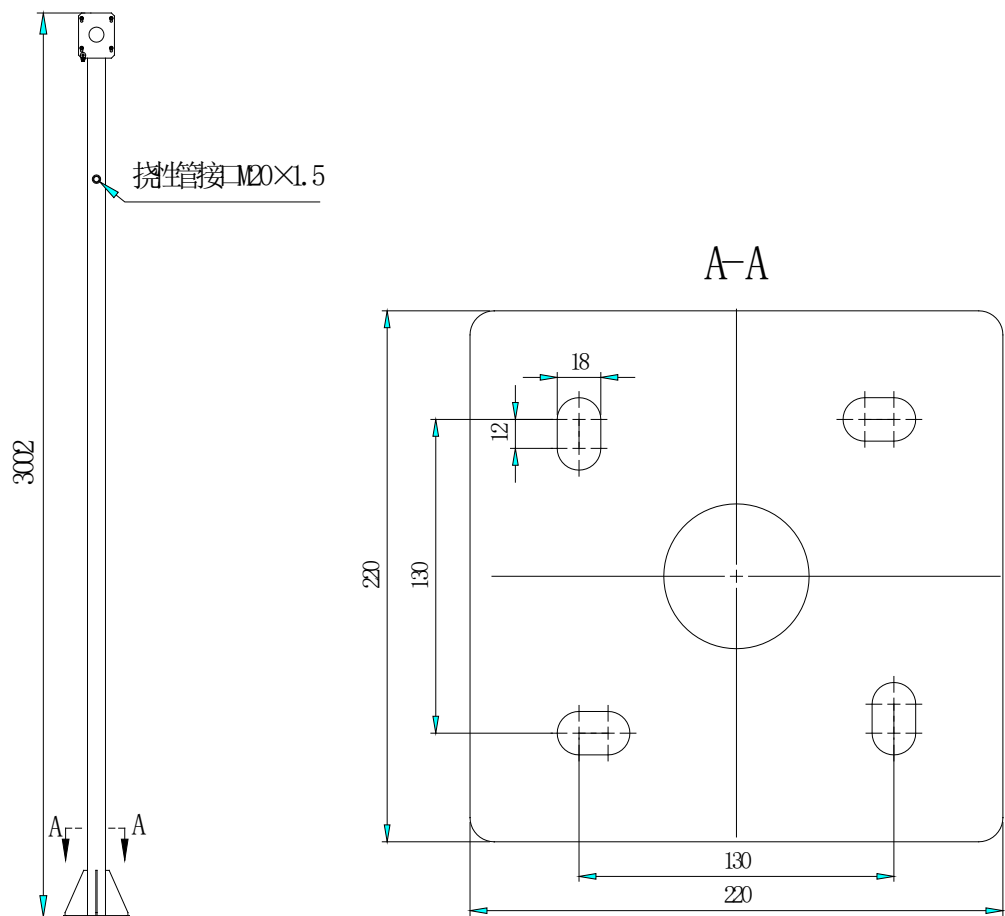

图 2 外形图
- JBF-AZZ2 安装立柱布线施工后，通过螺栓安装到地面上，底板安装孔距为 130mm，外形及安装尺寸如图 2 所示。